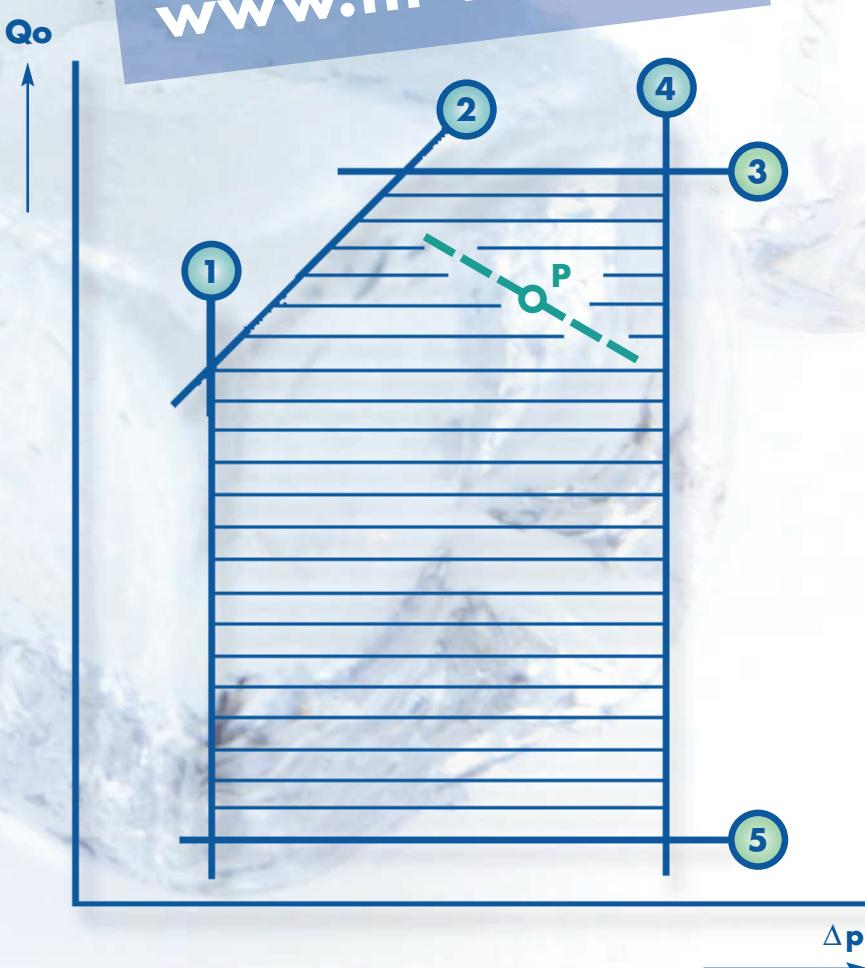

Fig. 4
Jeder Regler hat einen Arbeitsbereich, der in Fig. 4 schraffiert dargestellt ist und durch die Grenzlinien (1) bis (5) eingeschlossen ist.
Each regulator has its operation range, which is marked in fig. 4 by the hatched area that is surrounded by the bold boundary lines (1) to (5).